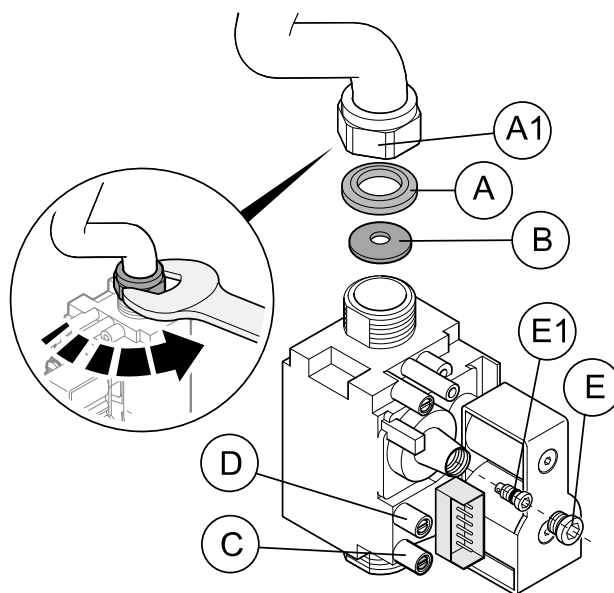

Figura 1
F.3 Regolazione valvola gas (fare riferimento alla Figura 1)